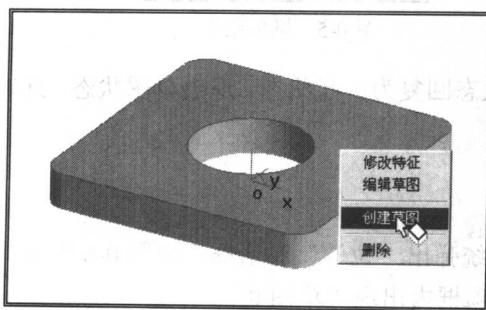

图 0-10 选择创建草图绘制平面
① 移动光标至底座顶面，待光标提示变为 \diamond 时，单击右键，选择“创建草图”，如图 0-10 所示。